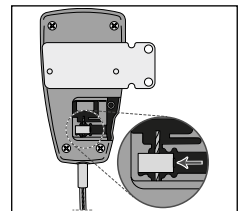

Abb. 9
11. Schieben Sie das Kabelendstück wieder über das Innenkabel und positionieren Sie das Endstück an der dafür vorgesehenen Aussparung am Satelliten (siehe Abb. 9).